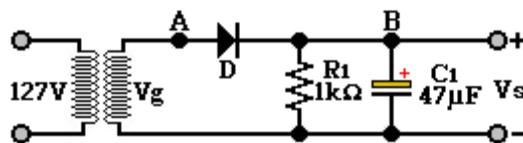

Figura 3.2
5. Arme el circuito de la figura 3.2 utilizando una terminal del transformador y el **TAP central**